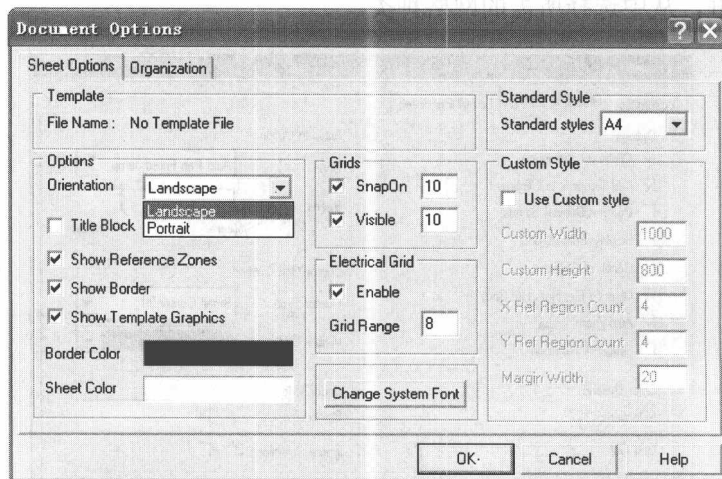

图 1-19 设置图纸方向
(2) 图纸方向
① 设置图纸方向。设置图纸是纵向 (Landscape) 还是横向 (Portrait)，以及设置边框的颜色等，可以用菜单命令“Design\Options”来实现。在“Document Options”对话框中，选择“Sheet Options”选项卡，且在“Options”操作框中的“Orientation (方位)”下拉列表框中选取，如图 1-19 所示。通常情况下，在绘图及显示时设为横向，在打印时设为纵向。